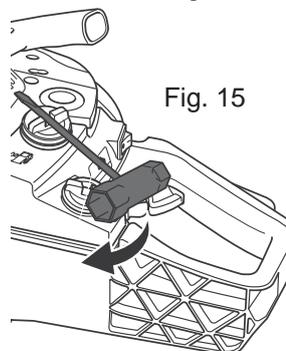

Fig. 15
- > Nettoyer les débordements avec un chiffon doux et replacer le bouchon du réservoir (29). Utiliser la clé mixte (32) pour serrer le bouchon (29) (Fig. 15).